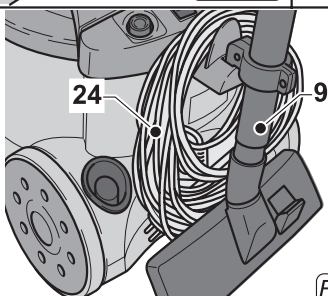

Fig. 13
- Avvolgere il cavo (24 Fig. 13) e agganciarlo nell'apposita sede quindi agganciare il tubo (9 Fig. 13) nell'apposito incastrò.